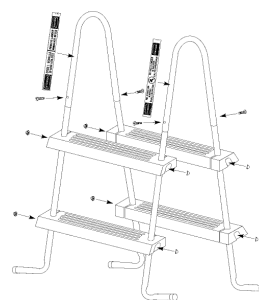

Abb.21
- Jedes Ende einer Stufenstange ist mit einer Hutmutter (Teil 21) abzudecken. Die Verbindung zwischen Leiterbogen und den Leiterbeinen ist mit jeweils einer Schraube zu fixieren (Abb. 21).